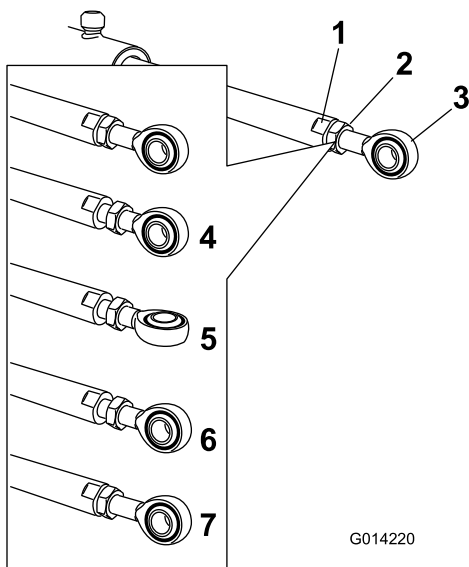

Figure 100
5. Placez une clé sur les méplats de la tige de vérin pour l'immobiliser, puis desserrez l'écrou de blocage pour pouvoir ajuster la tige à œillet (Figure 100).
6. Tournez la tige à œillet dans la tige du vérin pour raccourcir ou allonger le vérin déployé à la position voulue (Figure 100).